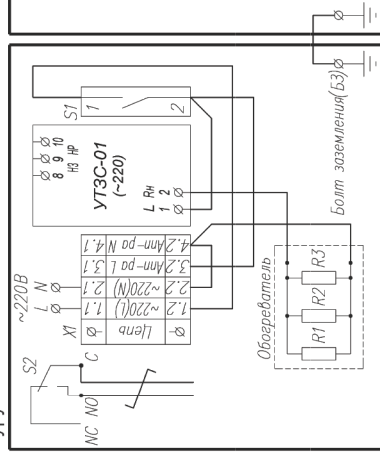

Рис.2 Схема электрическая принципиальная
1. Заземлить термошкаф при помощи болта заземления (БЗ) (рис.2).
2. Подать напряжение питания на контакты 1.1 и 2.1 клемм X1 (рис.2, 3).